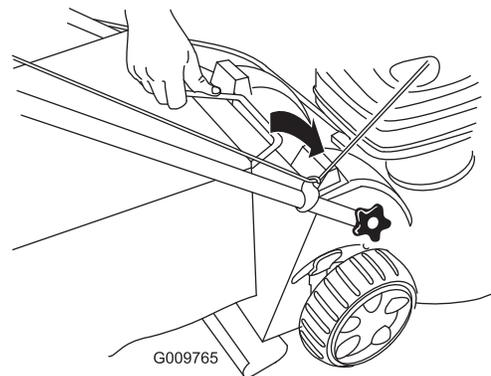
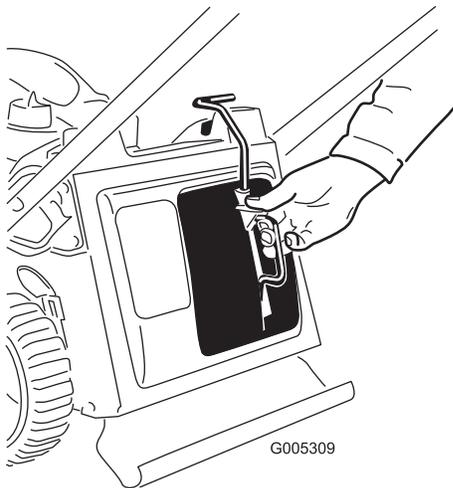

Figure 23
Figure 22
1. Montez l'obturateur de mulching (Figure 22) ou le bac à herbe (Figure 23) sur la machine.